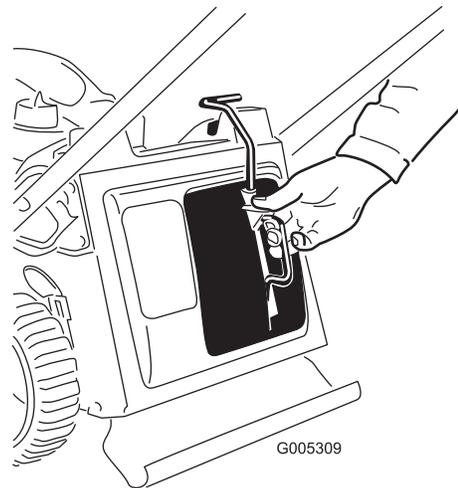
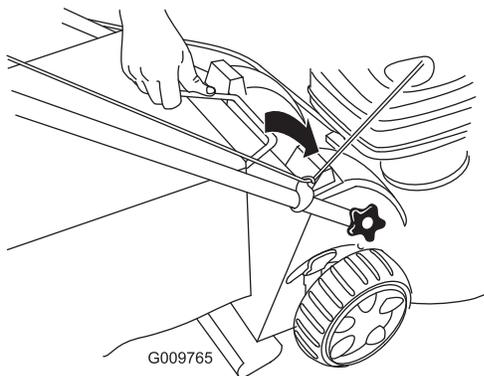

Bild 22
Bild 23
1. Setzen Sie den Mulchverschluss (Bild 22) oder den Fangkorb (Bild 23) an der Maschine ein.